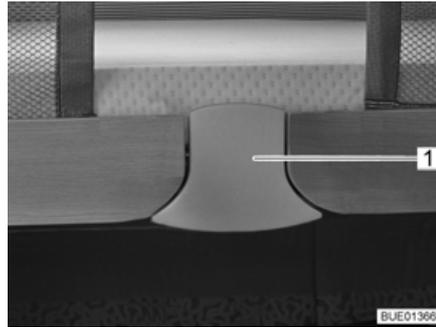

Fig. 118 Desbloqueo
- Extraer la parte inferior de la placa de desbloqueo (Fig. 118,1). Se ha soltado el bloqueo.